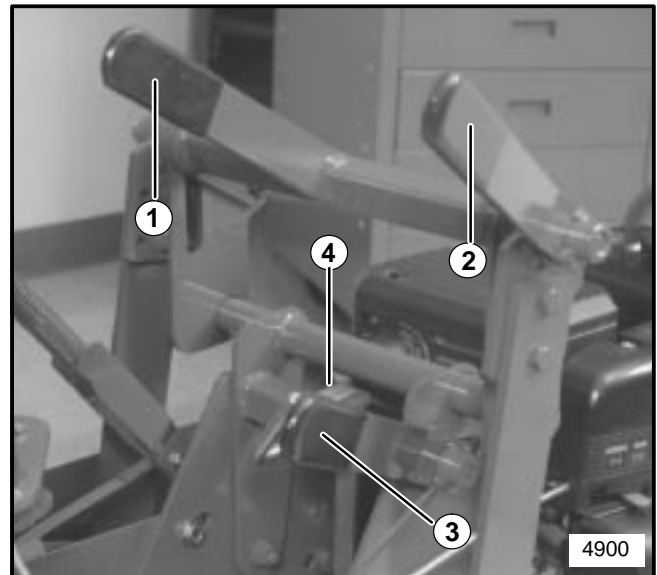

FIGURA 19
16. Pase el cable de la válvula de regulación a través de la ménsula de la misma, como es mostrado en la Figura 19. El reborde del extremo del cable debe ser colocado contra el extremo de la ménsula de la válvula de regulación, como es muestra en la Figura. Doble el extremo de la ménsula de la válvula de regulación contra el cable de la válvula de regulación, asegurándose de no deformar la ménsula excesivamente.
Levanta a hace descender la cuchilla de corte. Vea la Figura 19, numeral 1.
Ajusta el ángulo de corte de la cuchilla. Vea la Figura 19, numeral 3.
La palanca de aseguramiento mantiene la palanca de control de profundidad de la cuchilla en la posición deseada. Vea la Figura 19, numeral 2.
Suelte la palanca de aseguramiento del control del ángulo de la cuchilla y mueva el marco en H hacia adelante o hacia atrás hasta que la cuchilla esté en el ángulo de espaciado deseado. Apriete la palanca de aseguramiento del control del ángulo de la cuchilla. Vea la Figura 19.
2. Suelte la manija del medidor de profundidad (vea la Figura 19). Ajuste el medidor de profundidad para contactar la parte inferior en la palanca de control de profundidad.